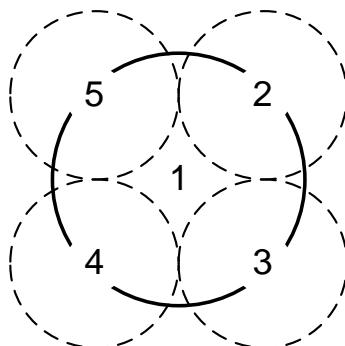

Рисунок 2 – Схема расположения прибора при проведении измерений
Сместите условный центр прибора относительно первого измерения на 5...7 см по диагонали в положение «2 часа» (см. рис. 2). Проведите 2-е измерение (коснитесь кнопки измерений и отойдите от прибора на один шаг). Через 3 - 4 секунды, после завершения измерения, на дисплее появится значение плотности « ρ_2 » и температуры « T » во второй точке измерения.
Затем проведите ещё 3 измерения, переставляя прибор в положения «4 часа», «8 часов» и «10 часов» (точки 3, 4 и 5 на рис. 2).
- сместите условный центр прибора, ориентируясь по нарисованной окружности, на 5...7 см по диагонали в положение «2 часа» (см. рис. 2) и проведите измерения плотности «**ρ₂**»;
- сместите условный центр прибора, ориентируясь по нарисованной окружности, на 5...7 см по диагонали в положение «2 часа» (см. рис. 2) и проведите измерения плотности «**U₂**»;